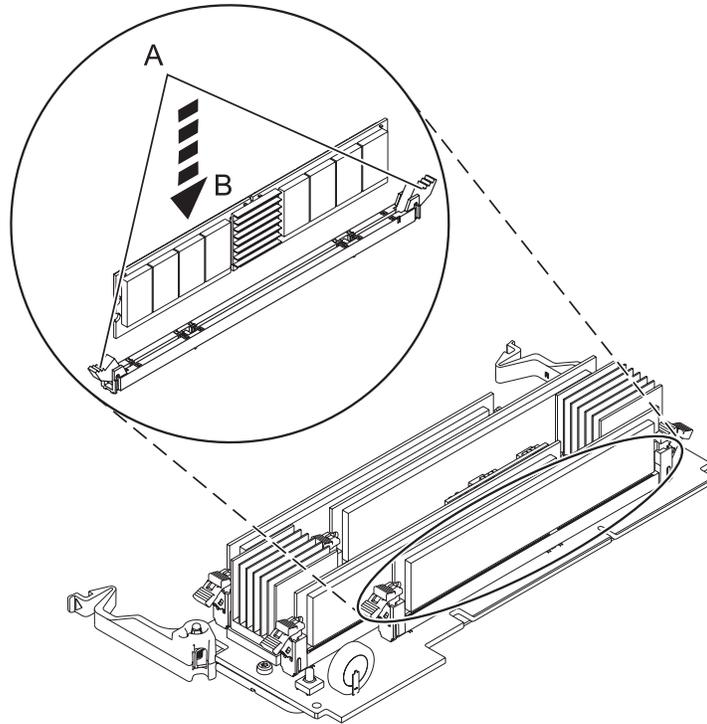

Abbildung 11. Speichermodul austauschen
12. Achten Sie darauf, dass die Verriegelungszungen (**A**) des Anschlusses nach außen in die entriegelte Position gedrückt sind (siehe Abb. 11 auf Seite 23), bevor Sie ein neues Speichermodul einsetzen.